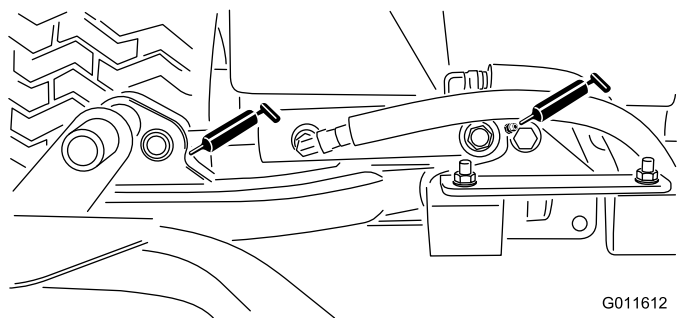

Figure 44
- Vérins des bras de relevage des plateaux de coupe (x 2) (Figure 44)
- Pivots des bras de levage (x 1) (Figure 44)